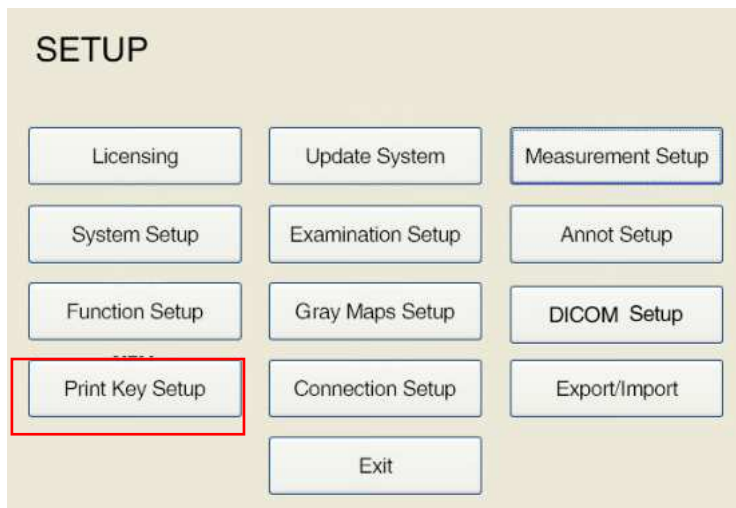

Fig. D-11 Tela Principal de Configuração
- 1) Toque em **Setup** na tela de toque do sistema de ultrassom para abrir a **tela SETUP**, como mostrado na Fig. D-11.